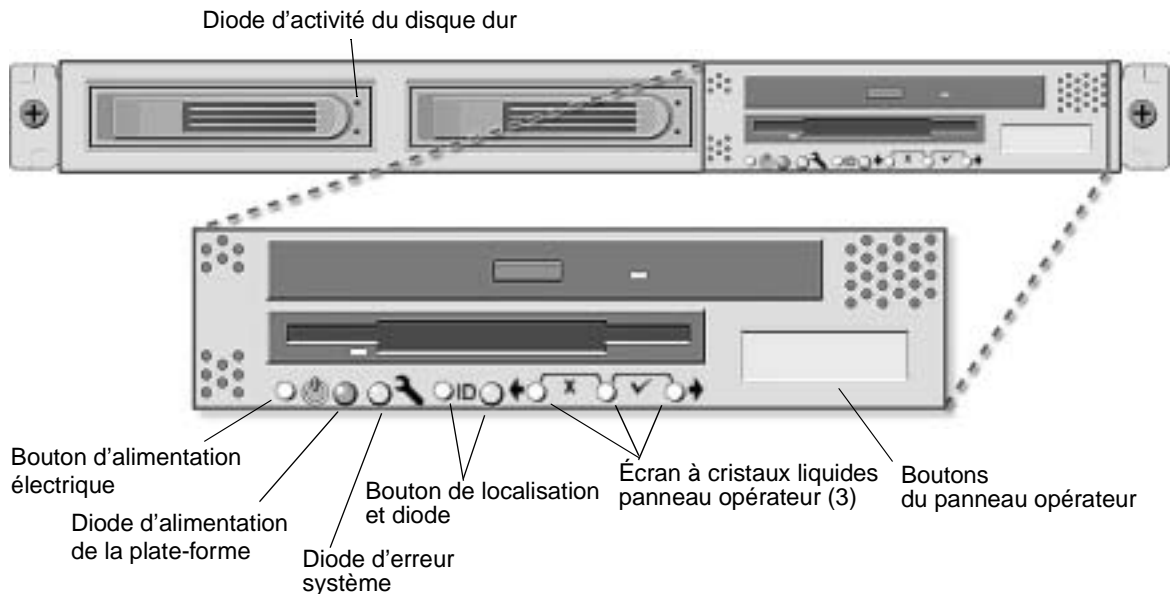

FIGURE 1-14 Panneau avant du serveur Sun Fire V20z
b. Appuyez sur le bouton d'alimentation de plate-forme situé sur le panneau avant du serveur et relâchez-le (voir FIGURE 1-14).